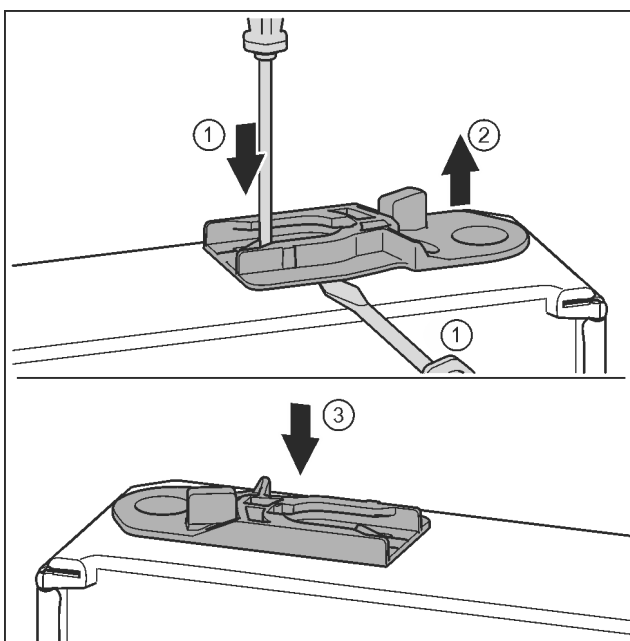

Fig. 37
- ▶ Führungsbuchse herausziehen: Lasche mit Schlitzschraubendreher drücken und gleichzeitig mit Schlitzschraubendreher unter Führungsbuchse fahren. Fig. 37 (1, 2)
- ▶ Im Lieferumfang beiliegende Führungsbuchse auf anderer Gehäusesseite einschieben. Fig. 37 (3)